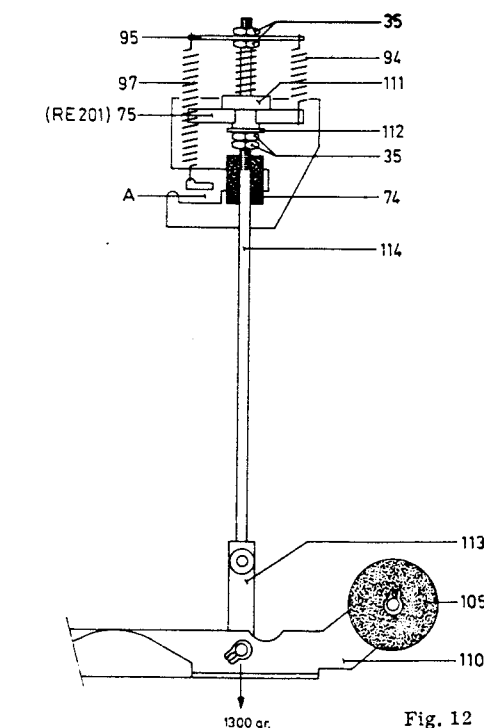

Fig. 12
## Einstellen des Andruckrollenmagneten (siehe Abb. 12 und 20)
- Einstellen geschieht durch Biegen von Nocken A (siehe Abb. 12).